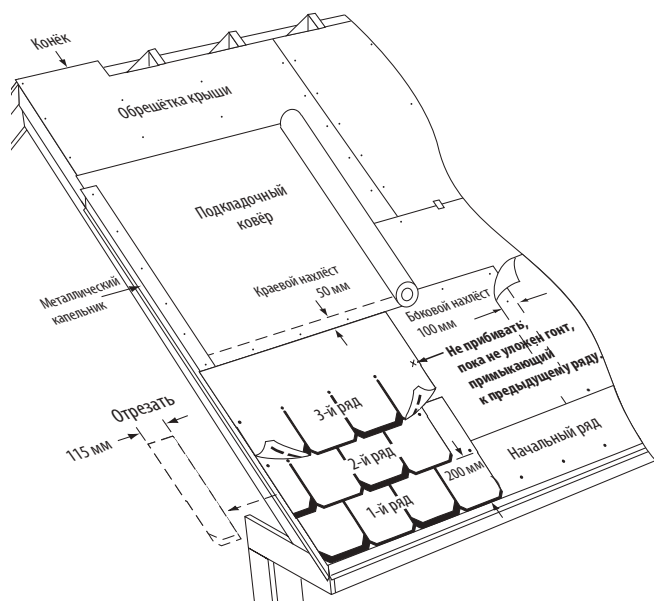

Рис. 16-9. Укладка первых трёх рядов на крышу со стандартным уклоном.
**1-Й РЯД:** В начале первого ряда уложите целый гонт в левом нижнем углу крыши. Расположите язычки вровень с левым и нижними краями начального ряда (Рис. 16-9).
**2-Й РЯД:** Отрежьте 11,4 см от левого края целого гонта. Уложите получившийся большой кусок на гонт первого ряда, вровень с левым краем, оставив первый ряд открытым на 20,3 см. Отбейте вертикальные и горизонтальные меловые линии, как необходимо (Рис. 16-9). Убедитесь, что гонты выровнены надлежащим образом.